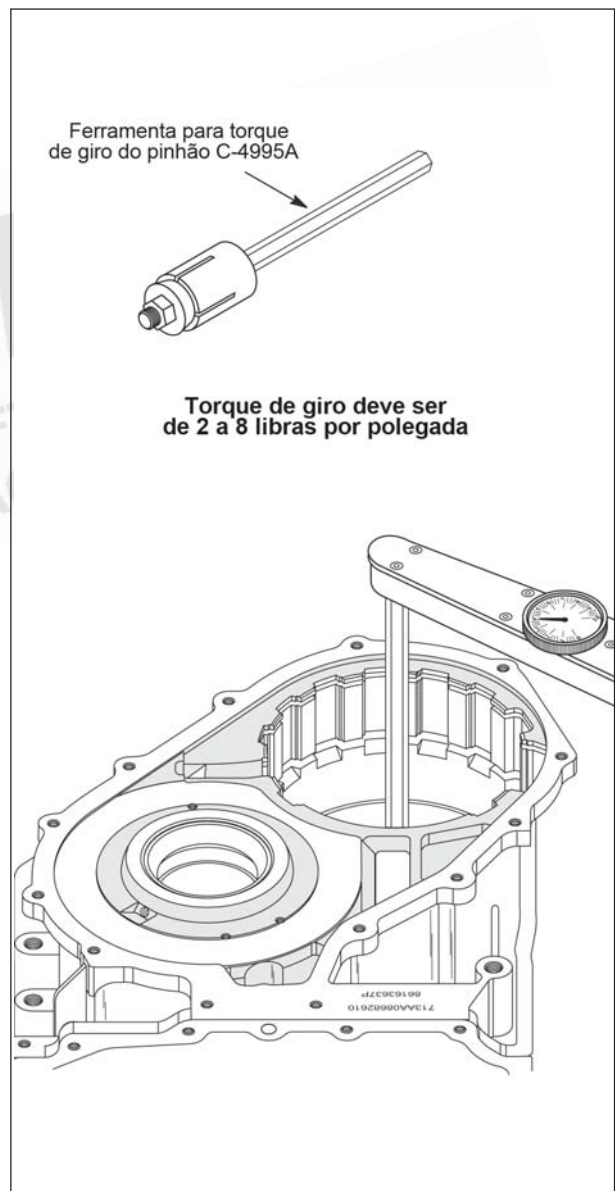

Figura 94
9. Verifique o torque de giro utilizando a ferramenta especial C-4995A e um torquímetro conforme mostra a figura 94.